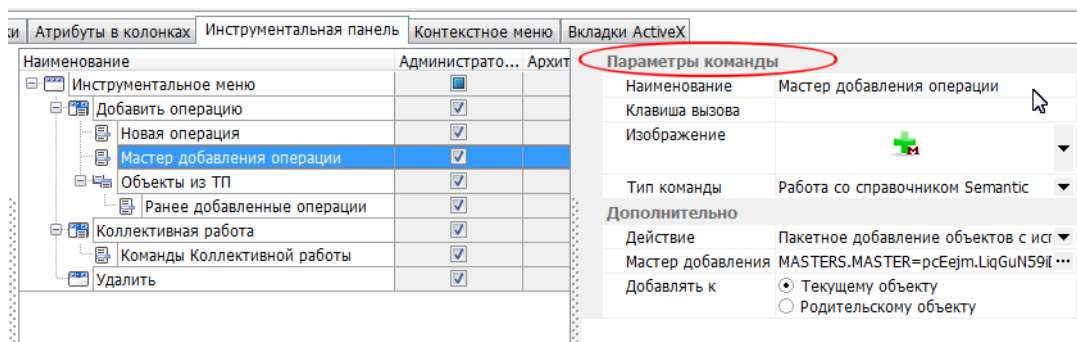

Рис. 10.35. Заполнение параметров команды
- ✎ на панели **Параметры команды** в ячейке **Наименование** ввести название команды (Рис. 10.35);